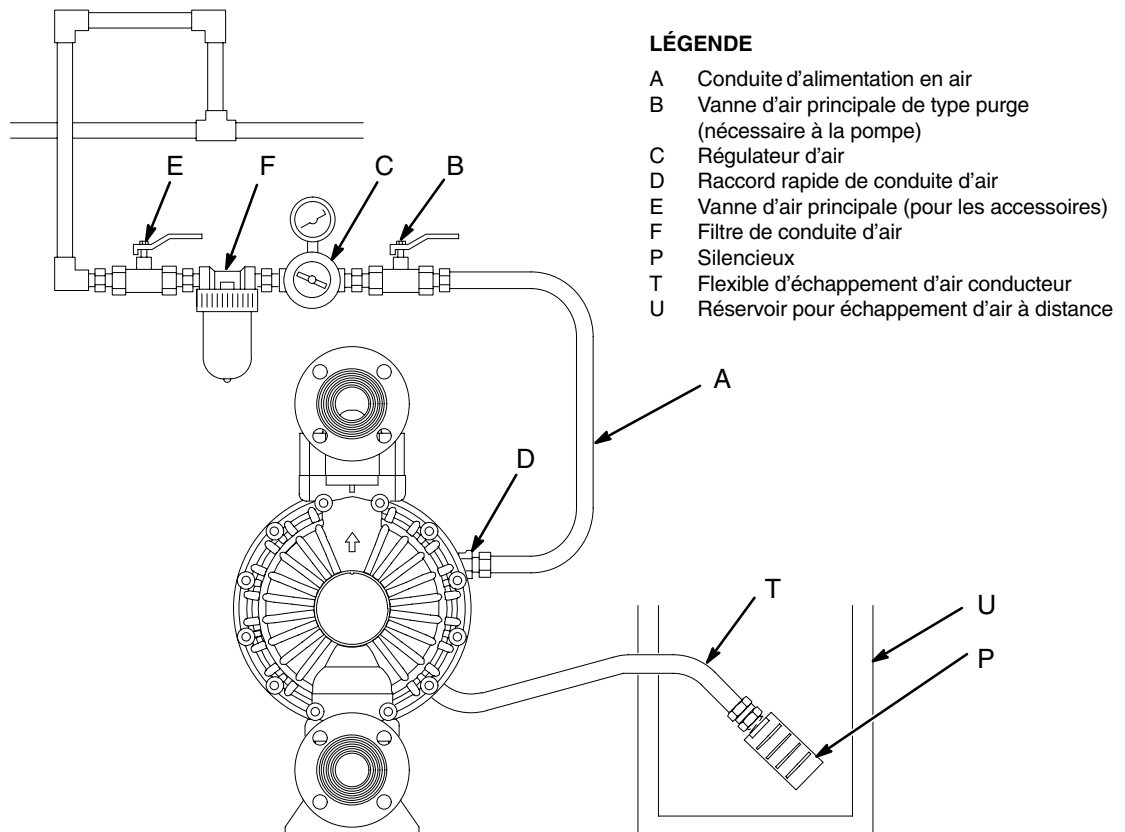

Fig. 6
Une membrane défectueuse provoquera l'échappement du fluide pompé en même temps que l'air. Placez un réservoir approprié à l'extrémité de la conduite d'échappement d'air afin de récupérer le fluide. Consultez la Fig. 6.
1. Retirez le silencieux (P) de l'orifice d'échappement d'air de la pompe.
2. Installez un flexible d'échappement d'air conducteur (T) et branchez le silencieux (P) à l'autre extrémité du flexible. La taille minimum du diamètre intérieur du flexible d'échappement d'air est de 19 mm. Si un flexible de plus de 4,57 m doit être utilisé, utilisez un flexible d'un diamètre supérieur. Évitez les angles trop aigus et les nœuds dans le flexible. Consultez la Fig. 6.
3. Installez un réservoir (U) à l'extrémité de la ligne d'échappement d'air pour récupérer le fluide en cas de rupture de membrane.